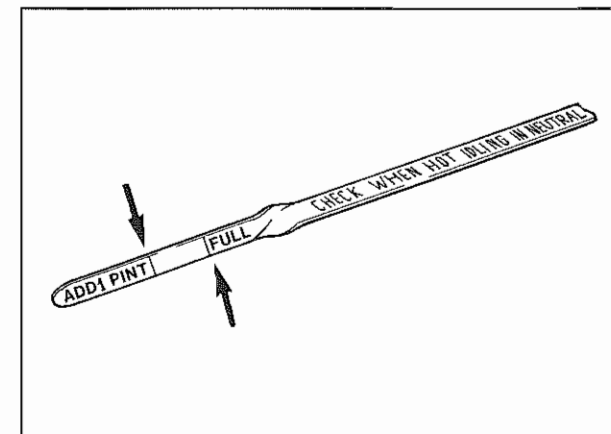

Fig. 19 - Asta livello olio cambio
- Controllare il livello tramite l'asta (**Fig. 19**). Il riempimento si effettua tramite la stessa guaina asta livello olio. Quantità fra i due segni di **Fig. 19**: circa 0,5 litri.
- Versare 6 litri di olio nella guaina asta livello olio (**Fig. 19**). Far girare il motore al minimo per circa DUE minuti. Lentamente muovere la leva del cambio in tutte le posizioni facendo brevi pause. Tornare sulla posizione "N".
- Col motore al minimo e la leva del cambio in "N" aggiungere olio fino a raggiungere il segno "Full". Quantità fra i due segni di **Fig. 19**: circa 0,5 litri.
- Check the level on the dipstick (**Fig. 19**). The oil is poured into the dipstick tube. Quantity between the two marks, **Fig. 19**: 0.5 litres about.
- Pour 6 liters of oil into the dipstick tube (**Fig. 19**). Let the engine idle for about TWO minutes. Slowly move the lever in all its positions having a short break in every position. Shift back to "N" position.
- With the engine idling and the transmission lever in "N" add oil up to mark "Full". Quantity between the two marks of **Fig. 19**: 0.5 liters approx.